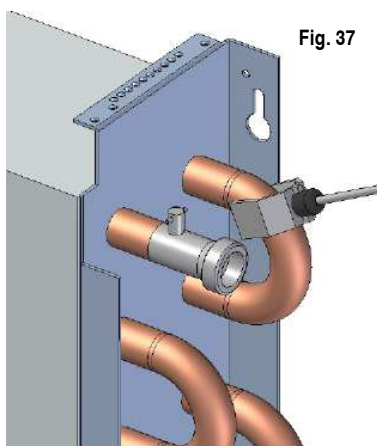
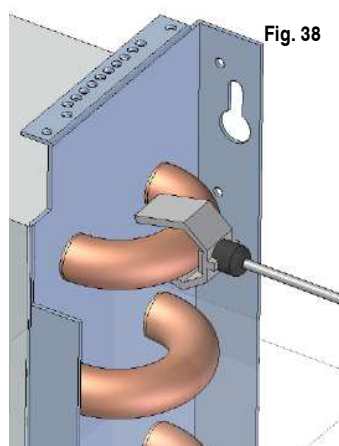

Fig. 37
Fig. 38
4. Collegare la pinza della sonda di rilevamento dell'acqua nei tubi come illustrato nelle fig. 37 e 38, tenendo presente la posizione delle prese sul lato destro (fig. 37) o sul lato sinistro (fig. 38).